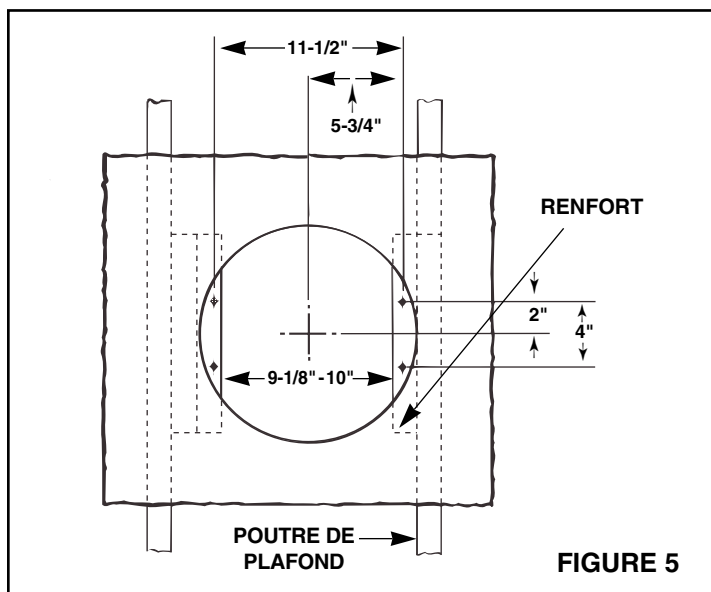

FIGURE 5
7. **Voir Figure 5.** Installer des tasseaux de 2 x 4 chaque solive. Dans certains cas, il faut utiliser plus d'un simple tasseau sur un côté. La distance entre les tasseaux doit être au moins de $9\frac{1}{8}$ po mais ne doit pas excéder 10 po.